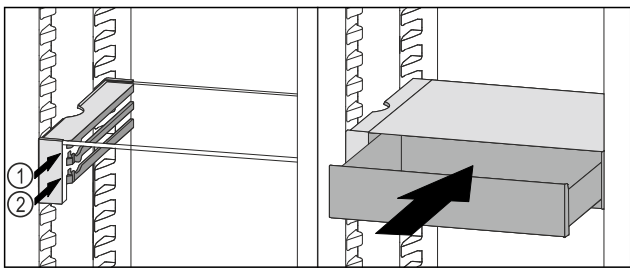

Fig. 106
- ▶ Posizionare il cassetto VarioSafe dietro i tappi sulla nervatura desiderata Fig. 106 (1) o Fig. 106 (2).